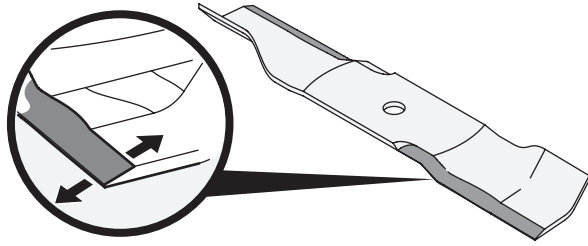

Figura 43
3. Para afilar las cuchillas de corte de forma adecuada, extraiga cantidades iguales de metal de ambos extremos de las cuchillas a lo largo de los bordes cortantes, de forma paralela al borde de caída, a un ángulo de 25° a 30°. Afile siempre cada borde de las cuchillas de corte de forma pareja para mantener un centrado adecuado entre las mismas. Consulte la Figura 43.